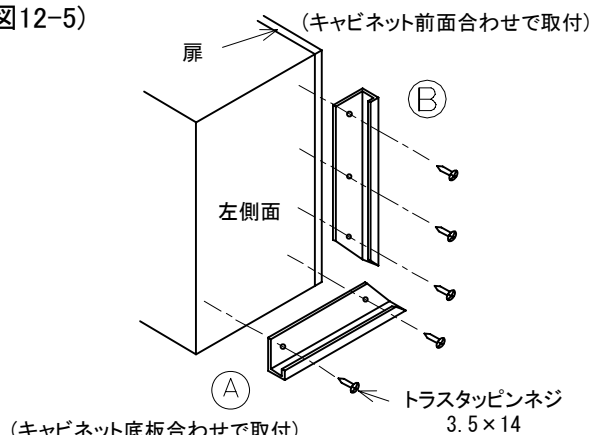

図12-6
③見切り部材をウォールキャビネットの左側面に所定のネジで固定してください。(図12-6)